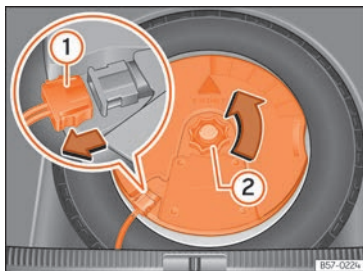

Fig. 285 En el maletero: desmontar el subwoofer.
- Desconecte el cable del altavoz subwoofer » fig. 285 (1).
- Gire la ruedecilla de fijación en sentido contrario a las agujas del reloj (2).